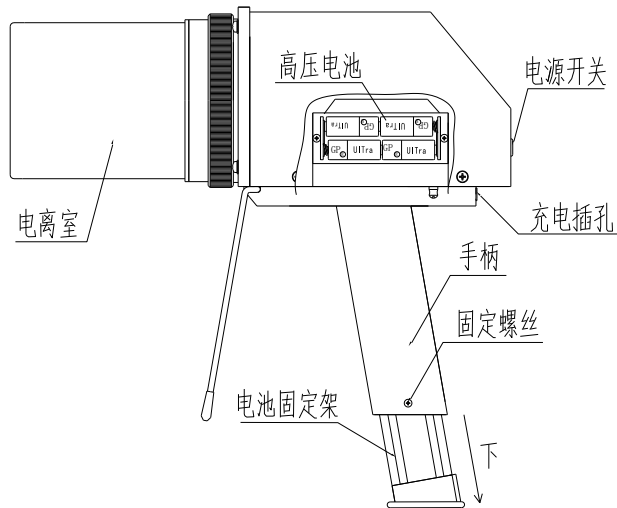

图 1
3.2 将电源开关置于“关”，拧下手柄上的固定螺丝，抽出电池固定架（如图 1 所示）。
将仪器上盖螺丝拧下，可以看到高压电池安装位置（如图 1 所示），按正负极装好 4 节 12V 电池并用小压板压紧。（图略）